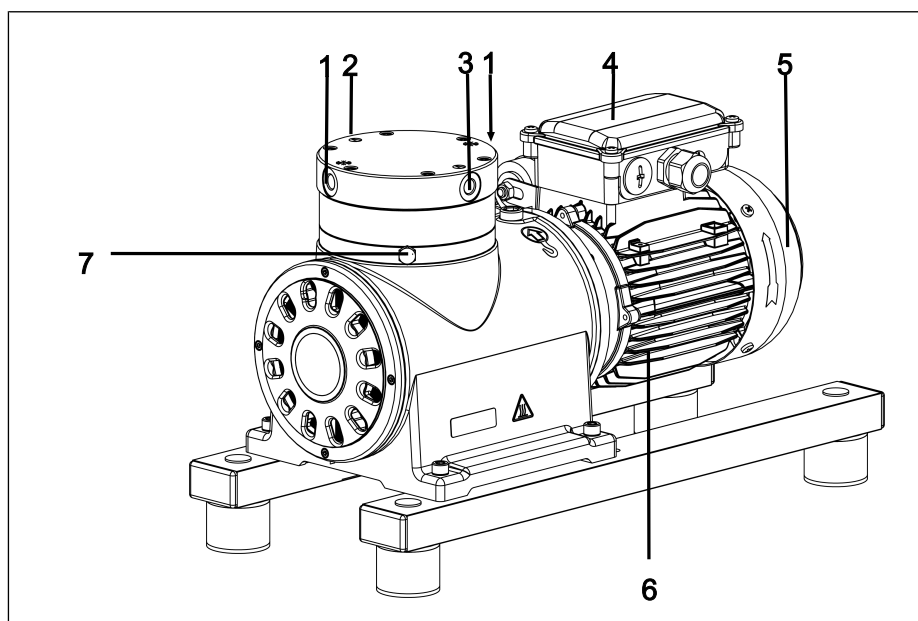
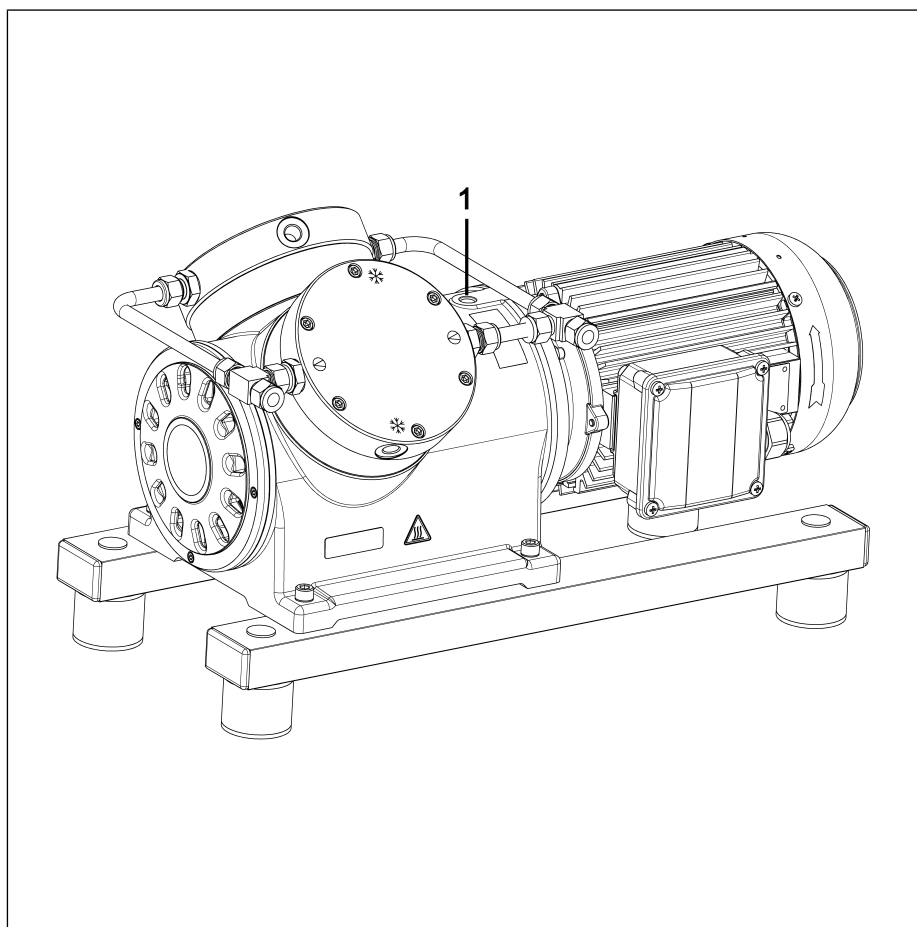

Abb.1 Aufbau N630.12
*Abb.6 Befestigung des Tragegurts (Pumpe beispielhaft dargestellt)*
2. Befestigen Sie den Tragegurt zwischen Kompressorgehäuse und Motor (Abb. 1, siehe Abb. 6).